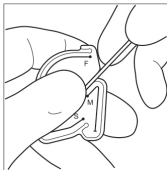
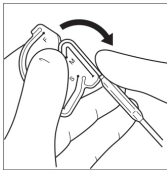

Figure 10 : Position de départ de la courbure maxillaire
Figure 11 : Position de fin de la courbure maxillaire
- Courbure maxillaire à l'aide de l'outil de pliage : Avant de façonner la courbure maxillaire, le dispositif doit être presque droit, comme illustré pour la courbure sphénoïdale. Tenir l'outil de pliage d'une main et positionner la pointe sphérique dans le support prévu de l'outil de pliage (Figure 10). Placer un doigt au niveau du repère de 2 cm sur l'embout d'aspiration et utiliser ce doigt pour former la courbure maxillaire (Figure 11).